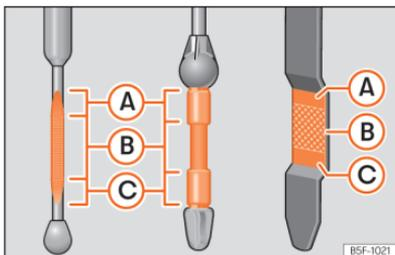

Abb. 228 Ölmesstab
- Den Messtab anschließend wieder herausziehen und den Ölstand ablesen »» [Abb. 228]. Füllen Sie gegebenenfalls Motoröl nach.
- Wenn der Ölstand mindestens den Bereich »» **(Abb. 228)** **(B)** erreicht hat, vorsichtig den Deckel des Einfüllstutzens aufschrauben »» **(C)**. Motoröl-Spezifikation »» **S. 367**.